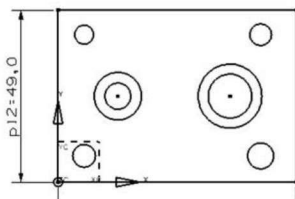

图 1.5 绘制圆形
(4)单击草图功能中的“圆”按钮,选择默认“圆心和直径定圆”方式,绘制如图1.5所示8个圆形。